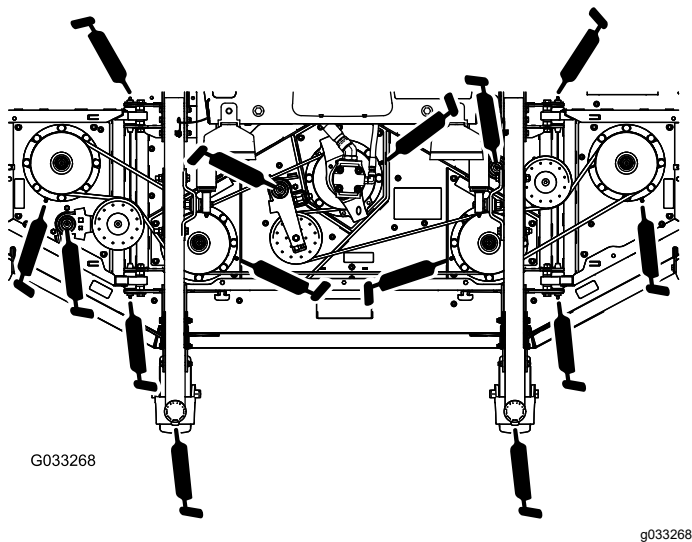

Figure 52
- 2 bagues d'axe de fourche de roue pivotante (Figure 52)
- 5 paliers d'axes de pivot (sur le logement d'axe), comme montré à la Figure 52
- 3 bagues de pivot de bras de tension (sur l'axe de pivot de poulie de tension), comme montré à la Figure 52
- 4 bagues de plateaux d'extrémité (sur les axes de pivot des plateaux d'extrémité), comme montré à la Figure 52